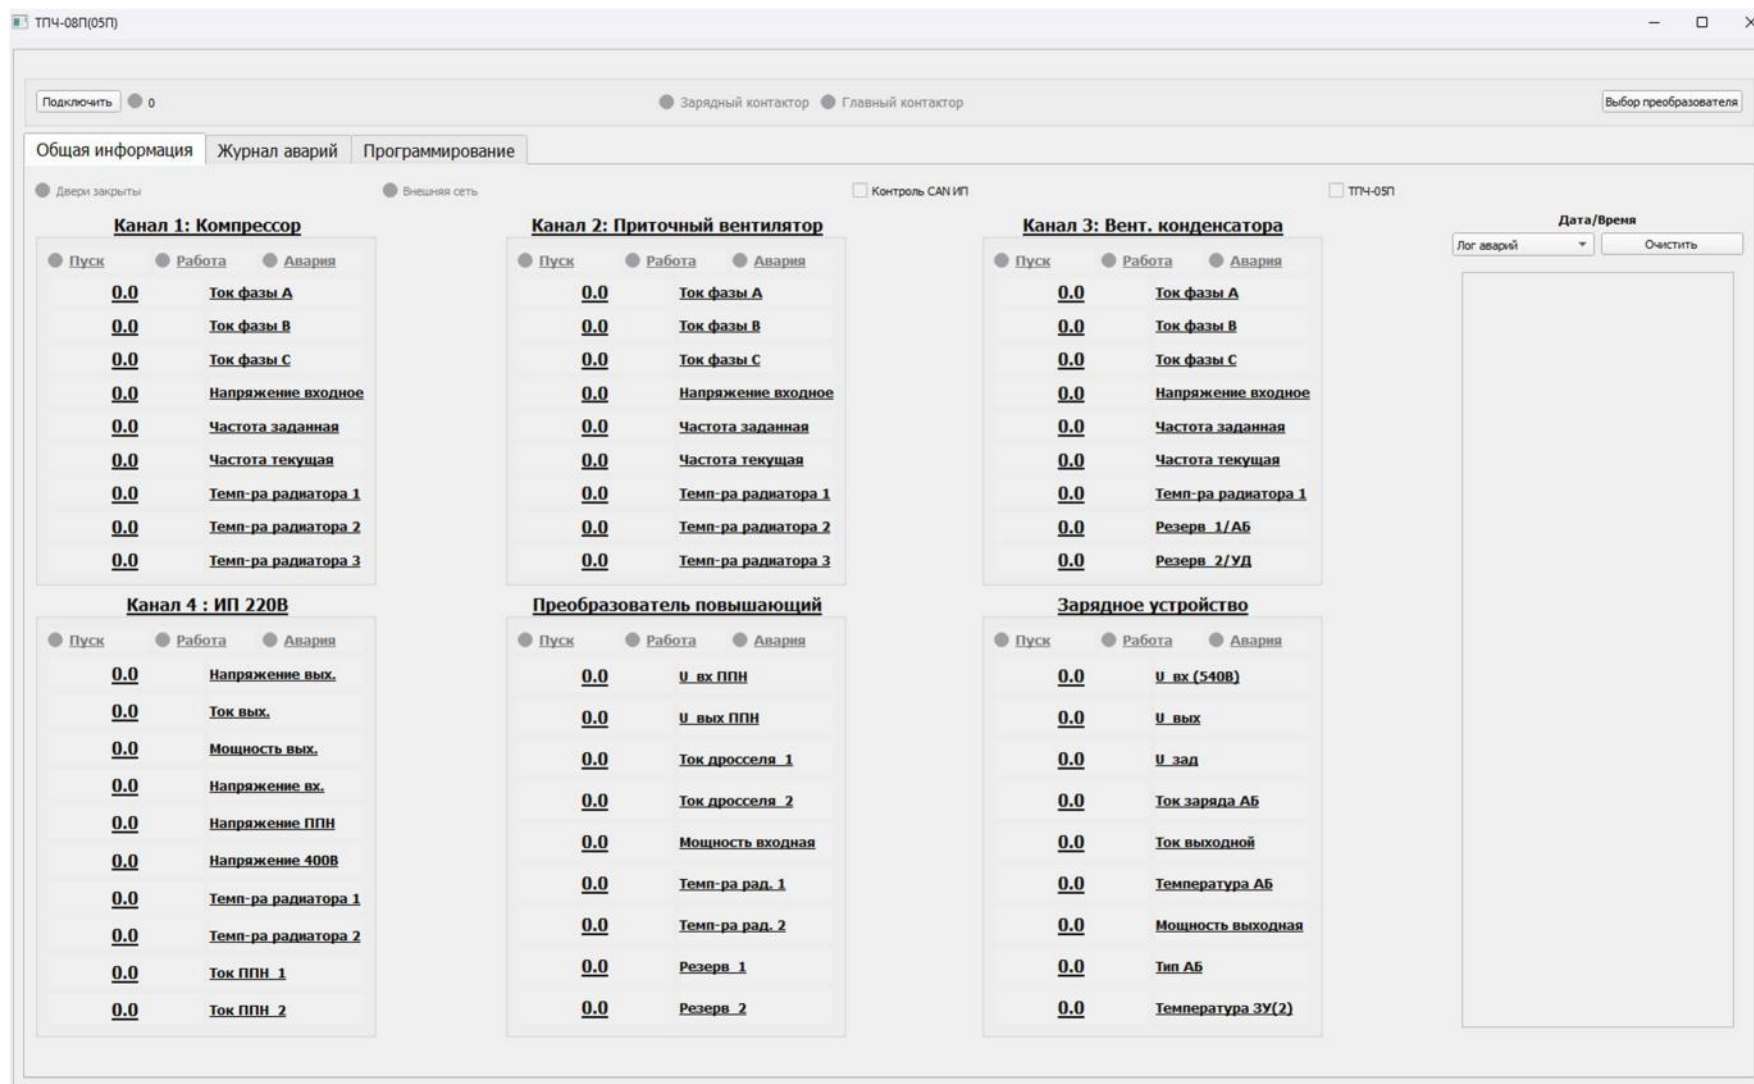

Рис. 2 – Основные параметры ТПЧ-08-П
3. В зоне «ПЧ/ТПЧ» необходимо нажать кнопку «ТПЧ-08П(05П)» и наблюдать появление окна с параметрами преобразователя (рис. 2).